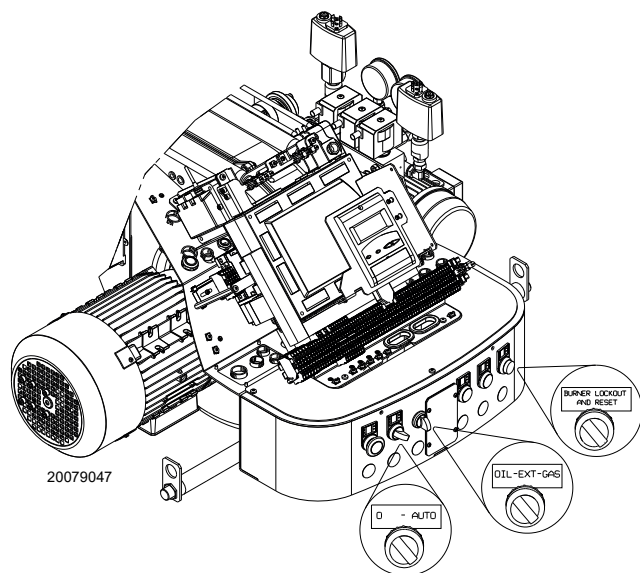

Рис. 28
Установите переключатель OIL-EXT-GAS (Рис. 28 на стр. 33) в положение OIL для выбора дизельного топлива.
Замкните термостаты/реле давления и установите выключатель (Рис. 28 на стр. 33) в положение AUTO.
- Установите выключатель Рис. 28 в положение «0» и подождите, пока автомат горения не выполнит процедуру отключения.
Замкните дистанционные регуляторы и установите переключатель (Рис. 28 на стр. 33) в положение **ON**.
Установите переключатель(Рис. 28 на стр. 33) в положение **GAS** для выбора газового топлива.
- 1 при помощи переключателя (Рис. 28 на стр. 33);
- 2 при помощи дистанционного селекторного переключателя, подключенного к главному клеммнику. Установка переключателя (Рис. 28 на стр. 33) в положение **EXT** активирует функцию дистанционного выбора топлива. В этом положении, в отсутствие